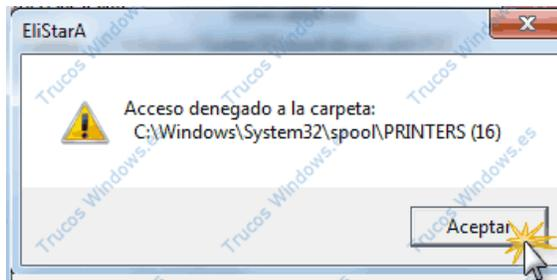

Figura 13
10. Si no hemos mostrado todas las carpetas y archivos ocultos se nos abrirán ventanas de este tipo, Aceptamos (Figura 13).